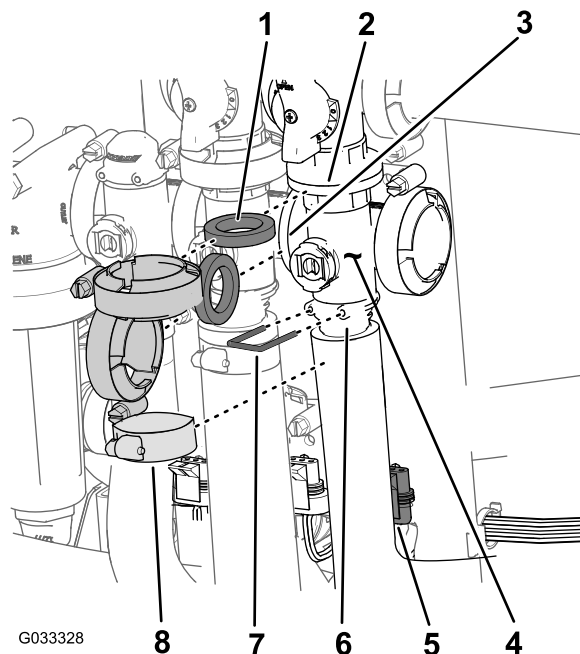

Figura 71
1. Remova as braçadeiras e juntas que prendem o coletor da válvula da seção principal (Figura 71) à válvula de desvio da seção principal, válvula de agitação e válvula do coletor da seção principal (na extremidade da mangueira do medidor de fluxo).
2. Remova o retentor que prende o encaixe de saída ao coletor para a válvula da seção principal (Figura 71).